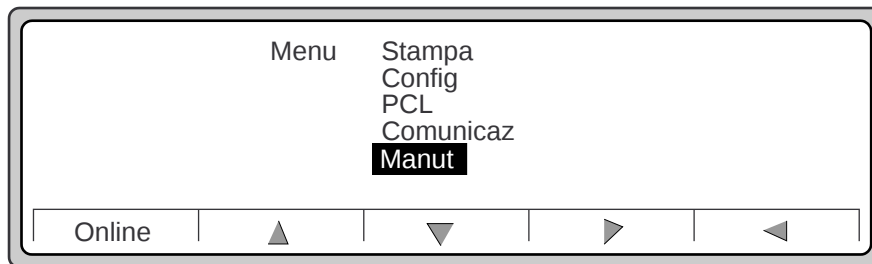

Figura 6-14 Menu
4. Usare ▼ per evidenziare Manut, come illustrato nella Figura 6-14, e premere ►.